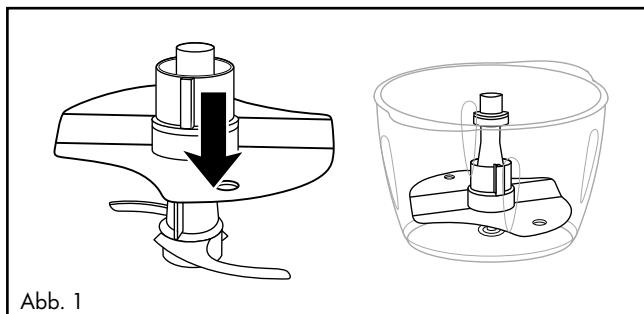

Abb. 1
- 1) Setzen Sie die Schüssel ⑨ auf den Antirutschring ⑪.
- 2) Schieben Sie den Emulgieraufsatz ⑫ auf den Messereinsatz ⑦:
- Um 200–400 ml Sahne zu schlagen, stecken Sie den Emulgieraufsatz ⑫ so auf den Messereinsatz ⑦, dass der Emulgieraufsatz ⑫ auf beiden Teilen des Messers ⑧ aufliegt und einrastet (Abb. 1):